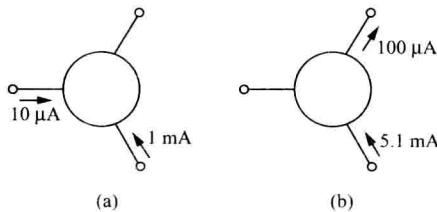

图 1.15
**1.8** 现测得放大电路中两只管子两个电极的电流如图 1.15 所示。分别求另一电极的电流, 标出其实际方向, 并在圆圈中画出管子, 且分别求出它们的电流放大系数  $\beta$ 。